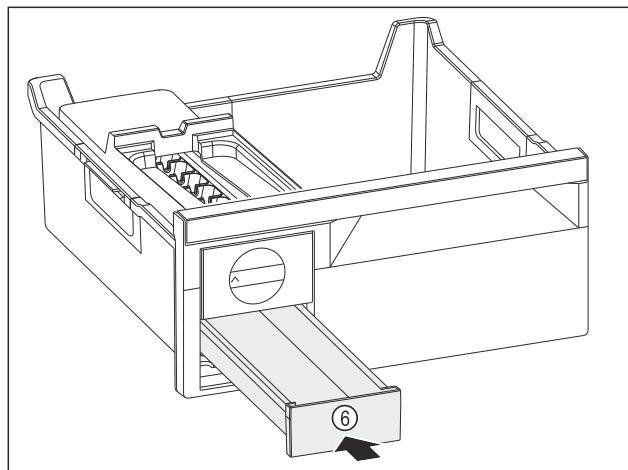

Fig. 83
- Predal za ledene kocke Fig. 83 (6) potisnite noter.